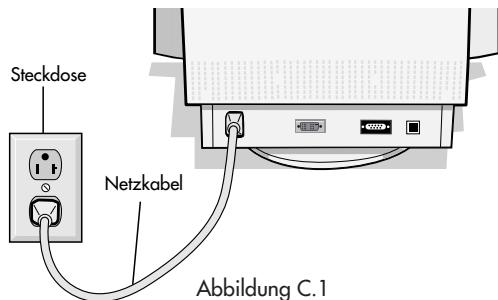

Abbildung C.1
3. Schließen sie ein Ende des Netzkabels an den MultiSync FP1350X an, und stecken Sie das andere Ende in die Steckdose (**Abbildung C.1**).